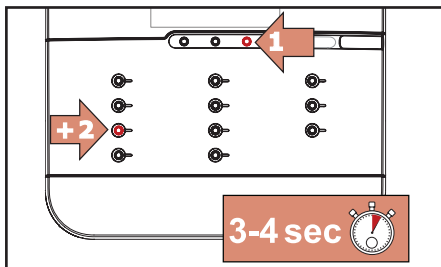

Bild 5.4 - Gå in i rengöringsläge
1. Tryck först på STOPP och sedan ◀ och håll dem intryckta samtidigt i 3-4 sekunder för att aktivera rengöringsläge (bild 5.4).
1. Tryck först på STOPP och sedan  och håll dem intryckta samtidigt i 3-4 sekunder för att aktivera rengöringsläge (bild 5.4).